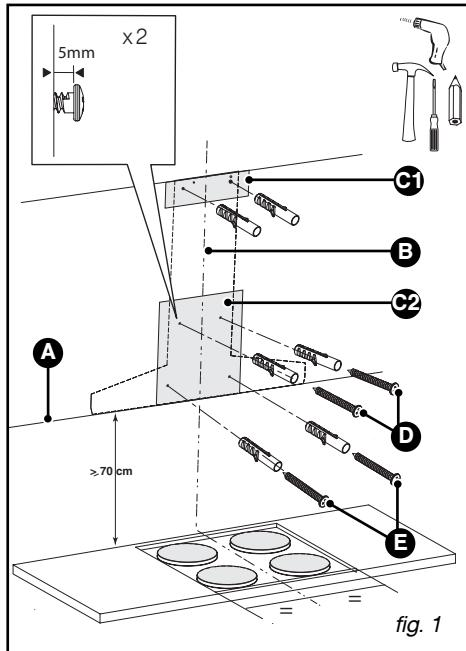

fig. 1
- Atornille los dos tornillos de la parte superior de la campana (D/fig.1) dejando sobrepasar 5 mm.